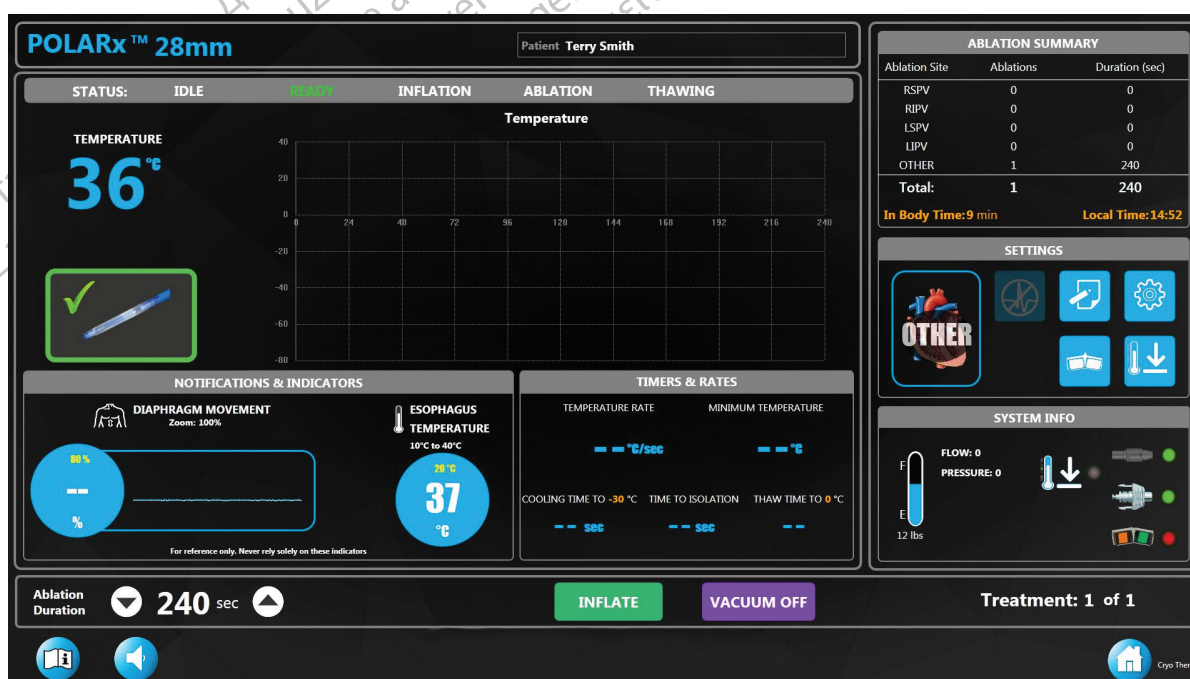

Figura 6. Ecrã de terapia – estado pronto
3. O estado do sistema deverá indicar READY (Pronto) e deverá surgir o botão INFLATE (Insuflar) no ecrã de Terapia (Figura 6). Além disso, o botão START (Iniciar) no painel dianteiro da consola deverá estar aceso a verde.